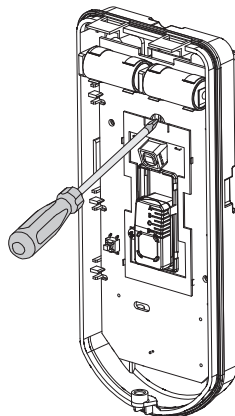

Figura 10: Scheda elettronica
6. Per regolare lo snodo standard quando viene installata la scheda elettronica procedere come segue (Figura 10):
- b. Utilizzare un cacciavite per svitare la vite di blocco (Figura 10).